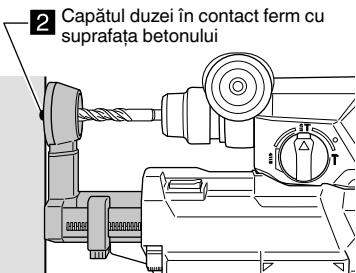

Fig. 11
(2) Eliberați duza și permiteți-i să intre ferm în contact cu suprafața betonului. (Fig. 11)